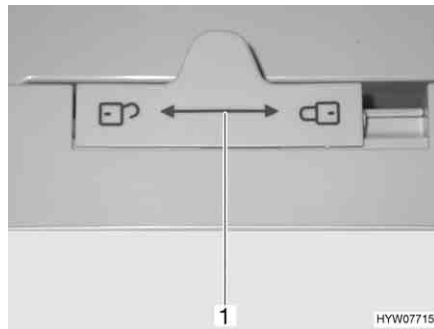

Bild 195 Verriegelung der Kühlschranktür (Dometic 7er-Reihe)
- Verriegelung (Bild 195,1) nach links "☞" schieben.
- Verriegelung (Bild 195,1) ganz nach rechts "☛" schieben.